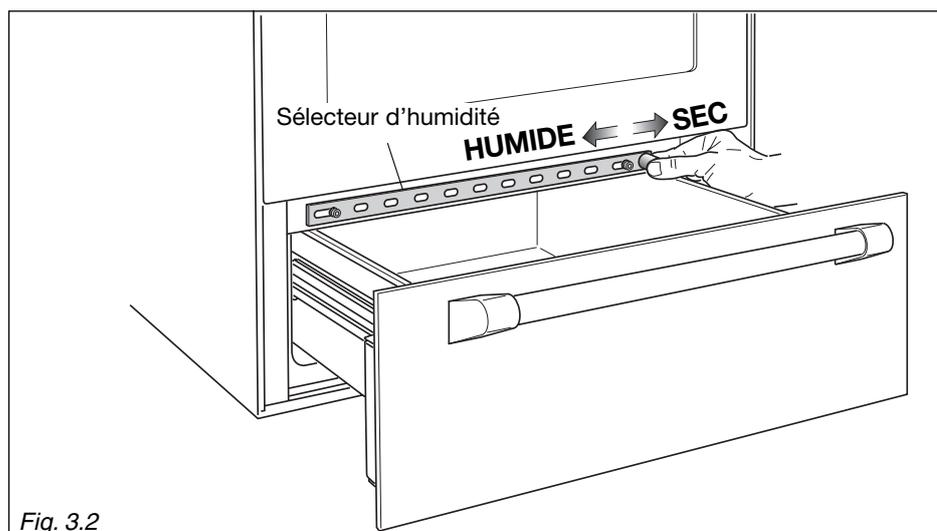

Fig. 3.2
- Enfoncez et tournez le bouton de commande à un réglage de température : (LO), (HI) ou entre les positions (LO et HI).
- Glissez le sélecteur d'humidité en position Humide ou Sec. Vous pouvez aussi choisir une position intermédiaire (fig. 3.2) (consultez la section « SÉLECTEUR D'HUMIDITÉ »).
## SÉLECTEUR D'HUMIDITÉ (fig. 3.2)